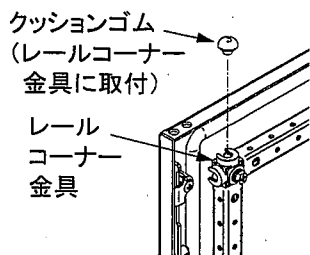
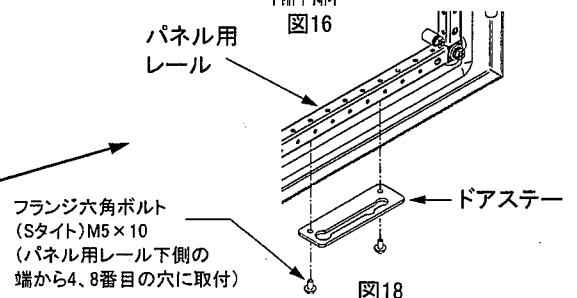

図17 クッションゴム(扉に取付)
図18
- (4) ハンドルを扉から外し、逆向きにして取付ける。ロッド棒にハンドルのリンクが掛かり、取手の動作に連動してロッド棒が上下することを確認してください。
- (5) ドアステー及びクッションゴム2個を上下対称位置に付替える。(図17、図18)